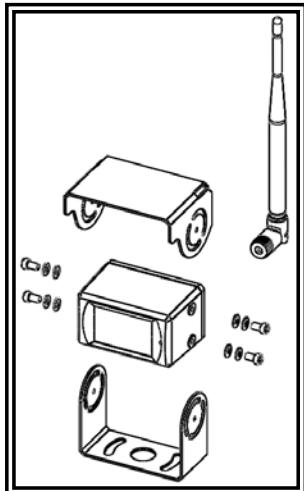

Figura 1
- Instale la cámara y el visor de sol en la abrazadera en «U» como se muestra en la Figura 1.